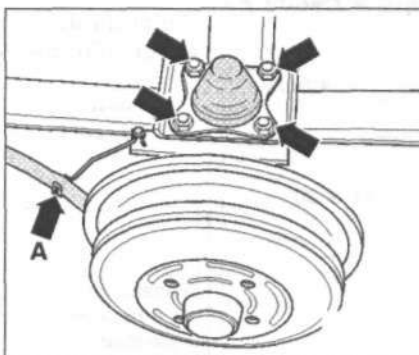

Рис. 9.54. Отсоедините трос привода стояночной тормозной системы от фиксаторов. Открутите гайки (стрелки) крепления стремянок.
5. Отсоедините трос привода стояночной тормозной системы от фиксаторов (рис. 9.54). Отсоедините амортизатор от балки задней оси. Открутите гайки (стрелки) крепления стремянок.